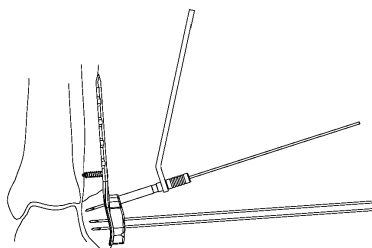

図15-2
2.5 ドリルガイドに1.3GP スリーブ2.5 を挿入し、ガイドブロックに差し込んで1.3 ガイドピンを刺入することも可能です。(図15-2)